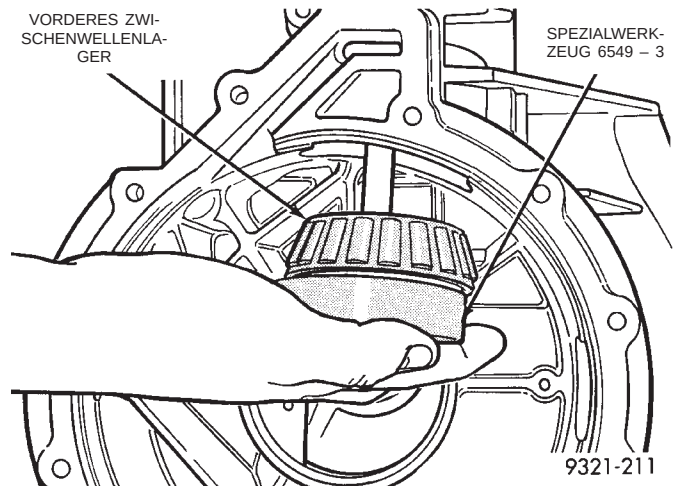

Abb. 303 Meßscheibe mit vorderem Zwischenwellenlager einbauen
(4) Meßscheibe und Lager mit Spezialwerkzeug 6549-4 in das Gehäuse einführen (Abb. 303).